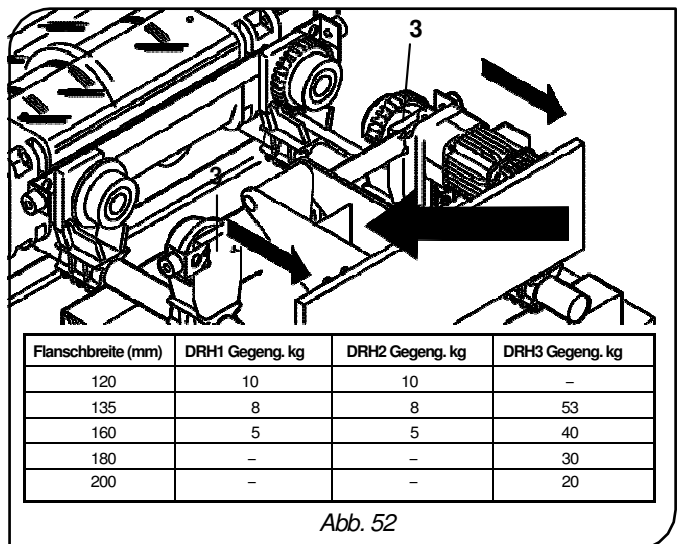

Abb. 52
8. Verschieben Sie beide Platten **-3-** auf den Stangen **-6-**, um die voreingestellte Breite zwischen den Laufrädern zu vergrößern und eine Innenbreite zu erhalten, die größer als die Flanschbreite des Trägers ist (Abb. 52).
- ANMERKUNG: In Abb. 52 wird auch die Position eines eventuell vorhandenen Ballasts dargestellt, wie unter Punkt 17 auf Seite 57 beschrieben.
17. **Bei Trägerflanschen wie in Abb. 52 fügen Sie Ballast am Gegengewicht hinzu, um für einen Ausgleich der Einheit E-Zug/Katze zu garantieren.**